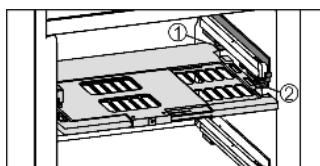

Fig. 13
- Установка пластины регулировки влажности: попреречные ребра крышки на пластине вставить через низ в задний держатель Fig. 13 (1) и защелкнуть спереди на держателе Fig. 13 (2).